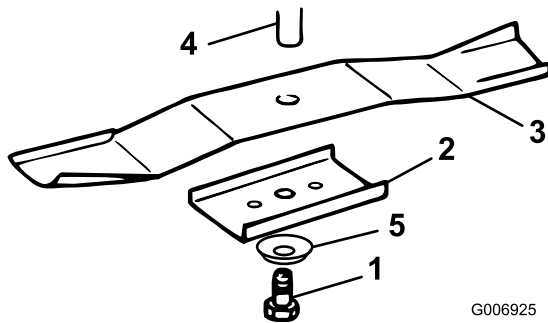

Bild 34
3. Entfernen Sie die Schraube (5/8 Zoll-Schlüssel), Wellenscheibe, den Halter und das Schnittmesser (Bild 34). Sie können einen Holzklötz zwischen das Schnittmesser und das Mähwerk keilen, um das Schnittmesser beim Entfernen der Schraube zu blockieren.
1. Montieren Sie das Schnittmesser, den -halter, die Wellenscheibe (Schalenseite zum Messer) und die Messerschraube (Bild 34).